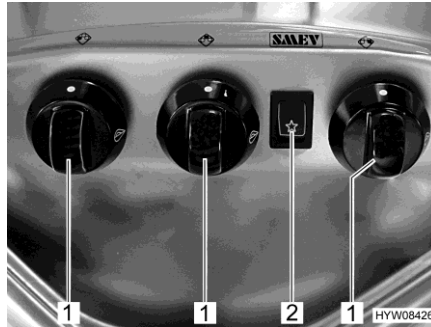

Fig. 181 Elementos de mando (cocina de gas)
- Girar el regulador giratorio (Fig. 181,1) correspondiente al quemador deseado a la posición de encendido (llama alta).
- Pulsar el interruptor basculante (Fig. 181,2). En el quemador se producen chispas de encendido.